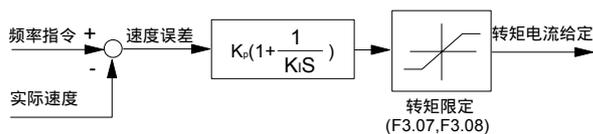

图 6-21 速度调节器简化框图
1. 速度调节器 (ASR) 的构成如图 6-21 所示。图中  $K_p$  为比例增益 P,  $K_i$  为积分时间 I。